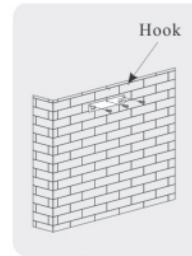

Abbildung 2
– Bringen Sie den Halter an der richtigen Stelle an, wenn die Höhe bestimmt wurde und beachten Sie, dass er korrekt ausgerichtet ist. Siehe *Abbildung 2*.
– Installieren Sie den Haken an einem geeigneten Ort, wenn die Einbauhöhe fest ist, und halten Sie sie in Position. Siehe Abbildung. 2.